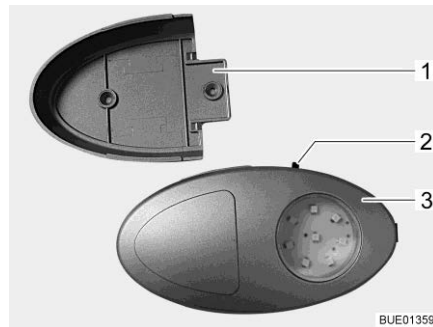

Fig. 82 Eclairage de la penderie/lampe de poche
- ▷ Il est possible d'extraire l'éclairage de la penderie de son support vissé (Fig. 82,1) et de l'utiliser comme lampe de poche.
Le bouton Marche/Arrêt (Fig. 82,2) se trouve directement sur l'éclairage de la penderie (Fig. 82,3).